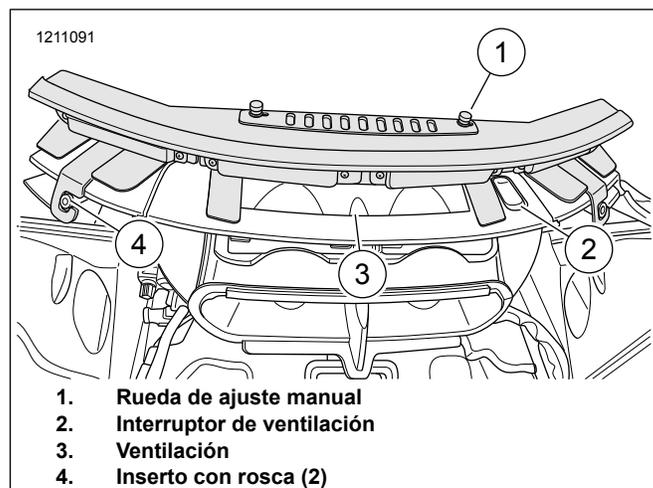

Figura 6. Colocación de la luz
6. Vea la Figura 6. Verifique que el interruptor de ventilación (2) esté en la posición abierta.
7. Coloque la luz sobre la ventilación (3) con las ruedas de ajuste manual (1) hacia arriba.
8. Alinee las piezas de soporte de montaje izquierda y derecha sobre el inserto con rosca (4).